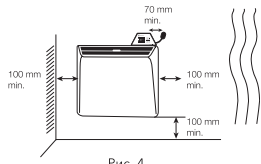

Рис. 4
6. При настенной установке конвектора, необходимо вертикально установить держатель Bullet Sensor с помощью самореза и дюгеля на стене как указано на рис. 4.